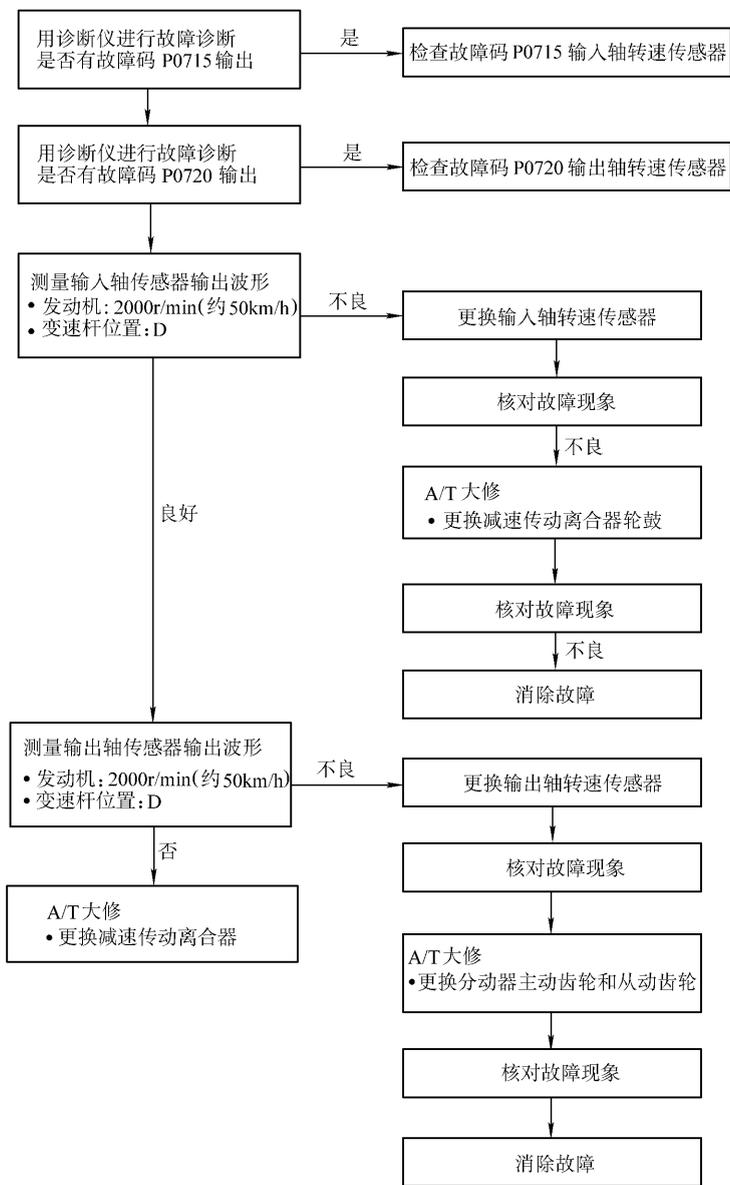

图 7-28 DTC P0731——1 档传动比不正确故障诊断流程图
1 档换挡完成后输出轴转速传感器值乘以 1 档传动比的值不等于输入轴转速传感器值，则输出 DTC P0731。如果 DTC P0731 出现 4 次变速器锁在 3 档并采取失效保护模式。产生该故障的原因可能有：①输入轴转速传感器不良；②输出轴转速传感器不良；③减速传动离合器轮鼓不良；④主动齿轮或从动齿轮不良；⑤1 档制动器不良；⑥减速传动离合器不良；⑦产生干扰等。DTC P0731——1 档传动比不正确故障诊断流程如图 7-28 所示。